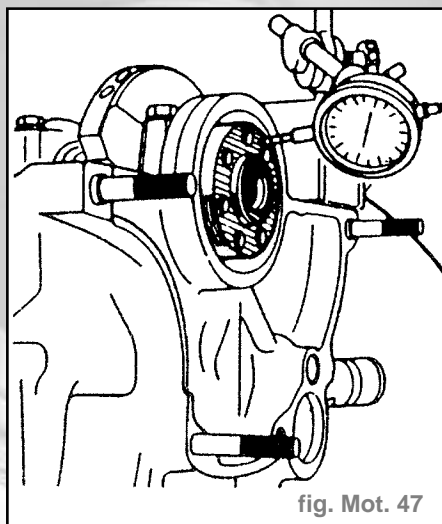

fig. Mot. 47
- Procéder au contrôle du jeu axial au palier 3 du vilebrequin à l'aide d'un comparateur (fig. Mot. 47).